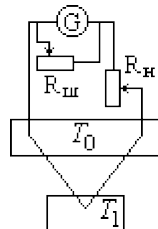

Рис. 23
**Термопара**, складена з однієї пари провідників, називається простою і *служить для вимірювання різниці температур* між гарячим і холодним спаями. Схема під'єднання простої термопар до вимірювального пристрою приведена на рис. 23.